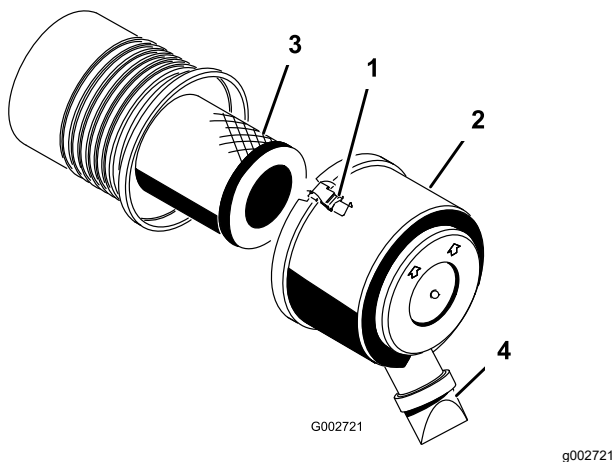

Figura 26
1. Liberte os trincos que fixam a cobertura do filtro de ar ao respetivo corpo (Figura 26).